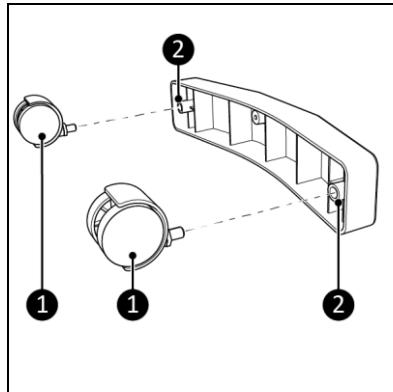

Abbildung 3
1. Klicken Sie die Räder (Abbildung 3, Pos. 1) in die Sockel (Abbildung 3, Pos. 2).